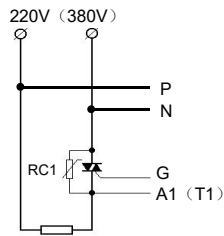
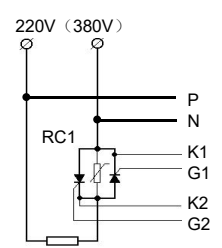

图 11: C2 型应用一传统触发型单路移相触发
图 12: C2 型应用二传统触发型单路移相触发
3. C2、C8 类型采用传统触发方式，触发有极性且必须接同步信号线，请严格参照前文图 11、图 12、图 15 相关接线图连接。